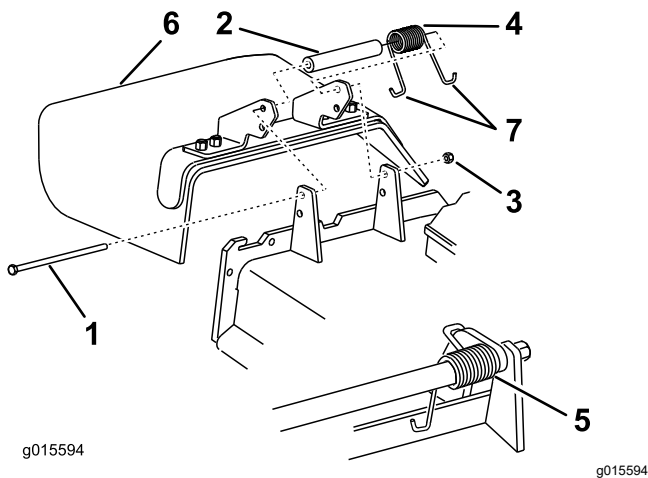

Figure 106
1. Retirez le contre-écrou, le boulon, le ressort et l'entretoise qui fixent le déflecteur aux supports de pivot (Figure 106).
2. Enlevez le déflecteur s'il est endommagé ou usé (Figure 106).
**Remarque:** Prenez soin de placer 1 extrémité en J du ressort derrière le bord du tablier avant de mettre le boulon en place, comme montré à la Figure 106.
6. Accrochez l'extrémité en J du ressort au déflecteur d'herbe (Figure 106).